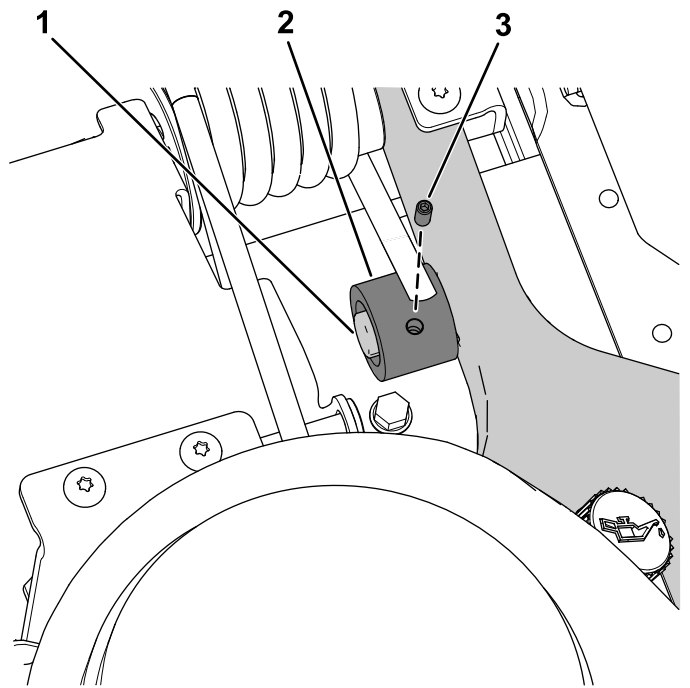

Bild 4
5. Befestigen Sie das Feder-Distanzstück mit der Stellschraube am Schwingarmzapfen (Bild 4).